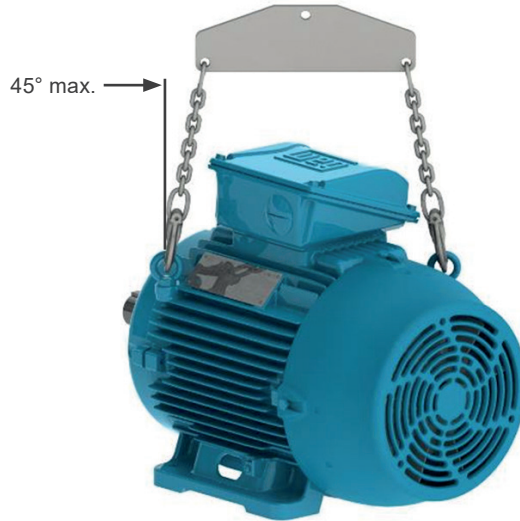

Figura 4.4: Ángulo máximo resultante para motores con dos o más cáncamos de elevación
- Motores con cáncamos verticales, conforme Figura 4.4 de la página 91, el ángulo máximo resultante debe ser de 45° en relación al eje vertical. Se recomienda la utilización de una barra separadora, para mantener el elemento de elevación (corriente o cable) en el eje vertical y evitar daños a la superficie del motor.